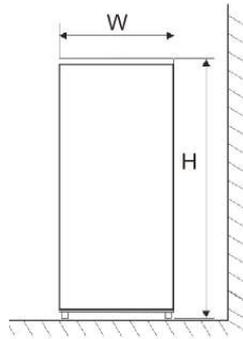
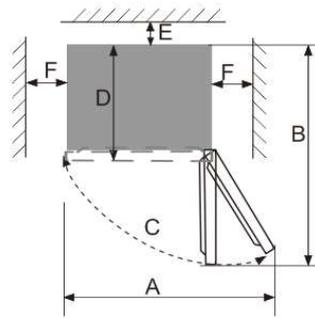

Рис.1
Рис.2
**Примечание:** Рисунок 1, Рисунок 2 приведены только для справок. Если устройство не выровнено, это может привести к его неправильной работе. После того, устройство установлено в его окончательное положение, отрегулируйте выравнивающие ножки спереди, поворачивая их.